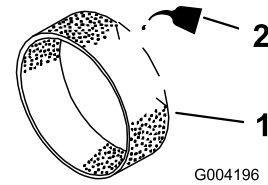

Figura 18
3. Aplique una o dos onzas (29,6 a 59,1 ml) de aceite al pre-filtro (Figura 18).